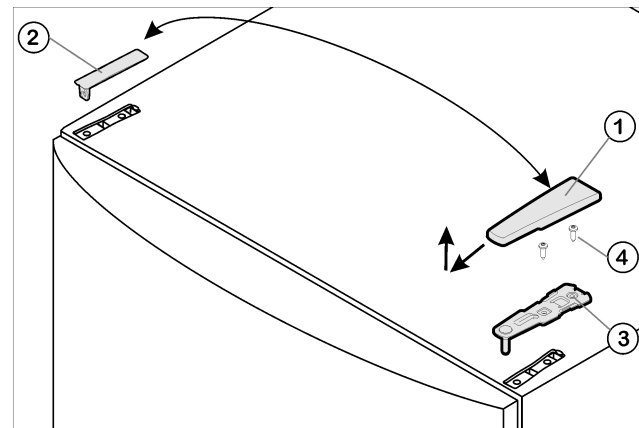

Fig. 5
- ▶ Enlever le cache Fig. 5 (1) vers l'avant et vers le haut.
- ▶ Retirer le cache Fig. 5 (2).
- ▶ Dévisser le support d'appui supérieur Fig. 5 (3) (2 Torx® 25) Fig. 5 (4) et retirer vers le haut.
- ▶ Placer le support d'appui supérieur Fig. 5 (3) sur le nouveau côté charnière de porte.
- ▶ Visser le support d'appui supérieur à fond (avec 4 Nm) (2 Torx® 25) Fig. 5 (4). Pointer les trous de vissage ou utiliser une visseuse sans fil.
- ▶ Faire encliqueter le cache Fig. 5 (1) et le cache Fig. 5 (2) du côté opposé.